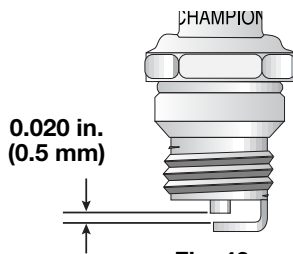

Fig. 43
3. Cambie las bujías que estén rajadas, sucias o deterioradas. Fije la separación de aire a 0,5 mm (0,020 pulgadas) utilizando un calibrador (Fig. 43).